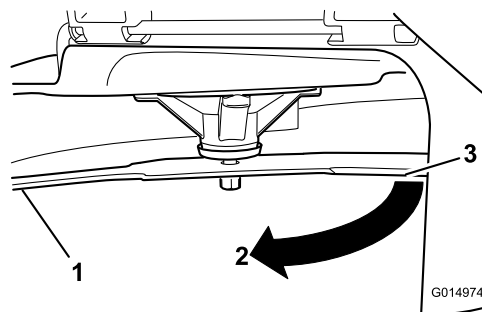

Figura 47
3. Distancia medida entre la cuchilla y la superficie (A)
4. Gire la misma cuchilla 180 grados de manera que el otro extremo esté en la misma posición (Figura 47).